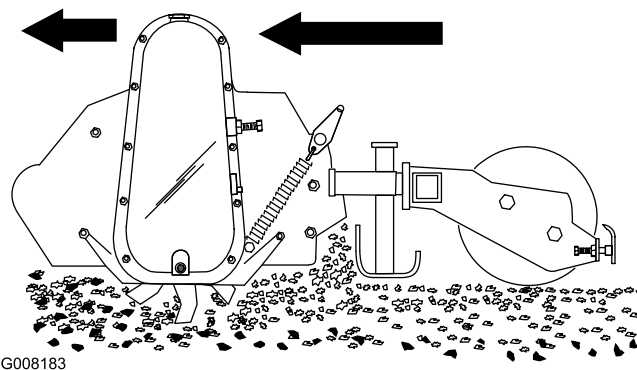

Bild 9
- Senken Sie den Bodenaufbereiter auf den Boden ab und stellen Sie sicher, dass das Kettengehäuse senkrecht zum Boden steht (Bild 9).